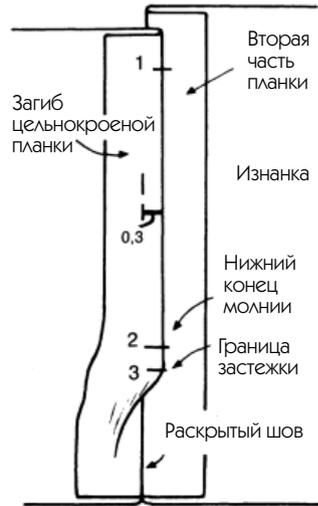

Рис. 280
— На рис. 280 показан сгиб со стороны изнанки изделия. Ни в коем случае не делайте разреза в точке 3, в противном случае из-за этого в дальнейшем может быстро произойти разрыв, а лучше позвольте сформироваться маленькой складке, которую будет так легко сплюснуть с помощью утюга.
2. Для выполнения этой работы промышленным способом перейдите к материалу, относящемуся к примерам 270, 280 и 281. Только в данном случае нужно будет также сформировать вверху такую же маленькую складку, начинающуюся от точки 3 на рис. 280, и выполнить такую же горизонтальную строчку, видимую с лицевой стороны.